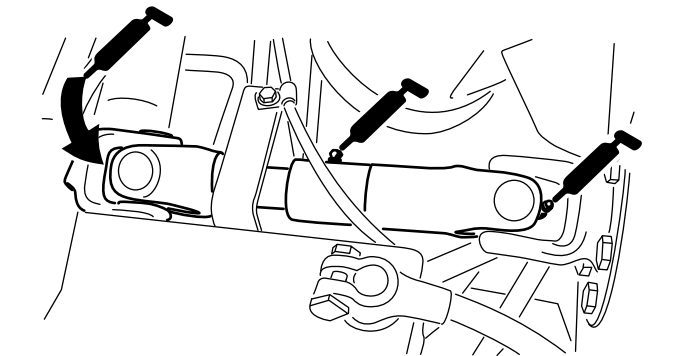

図 51
- ・ ポンプ駆動シャフトのUジョイント（3ヶ所）（図 51）